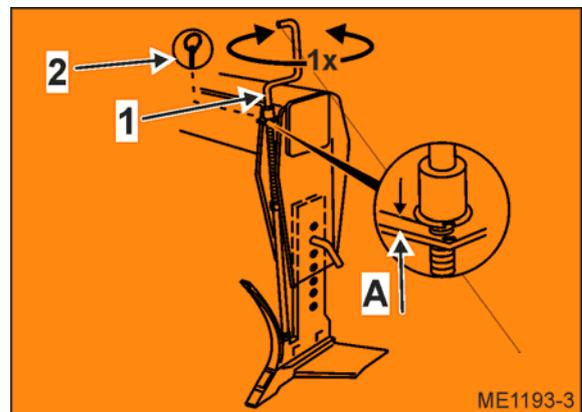

図 30
7. クランク (図 30/1) を反時計回りに一周回します。
8. リンチピン (図 30/2) を使い、ハンドルが回らないように固定します。